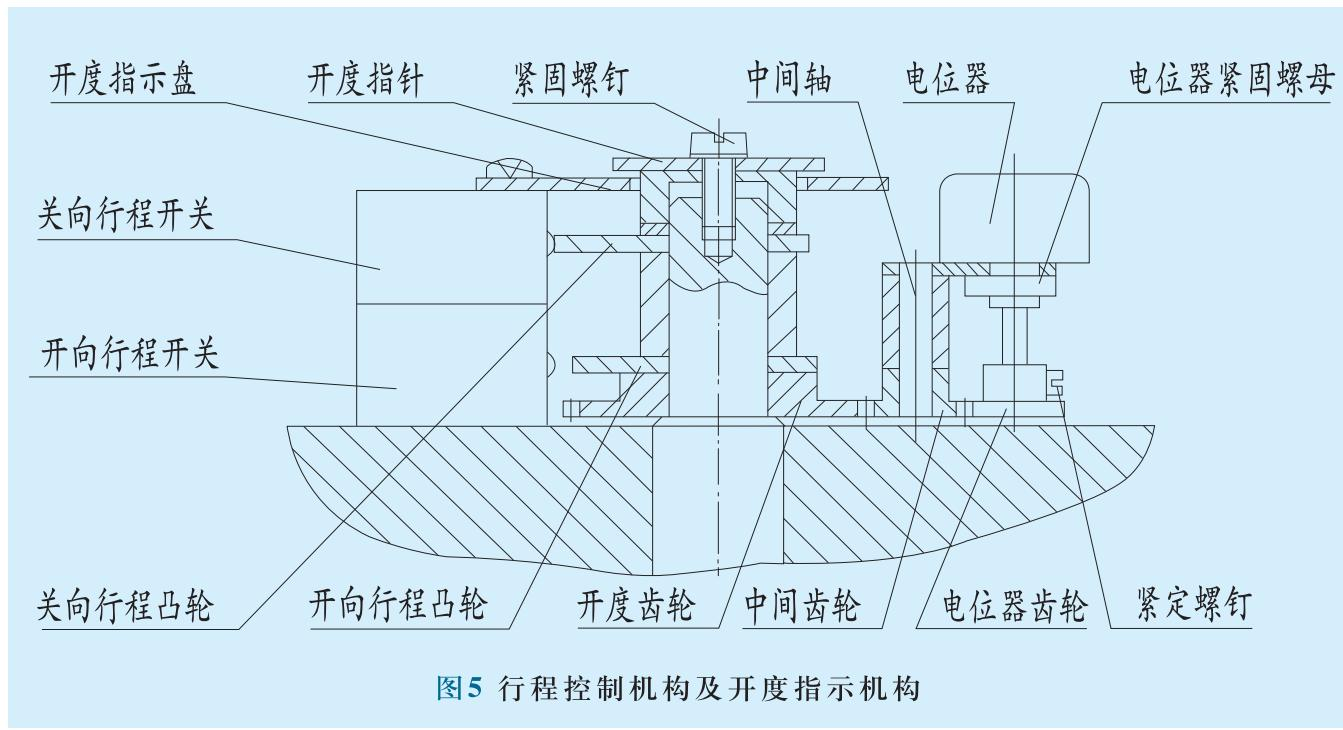

图5 行程控制机构及开度指示机构
5.4行程控制机构：结构见图5。凸轮轴与输出盘同步转动，当凸轮轴转至预先设定的行程位置时，紧固在凸轮轴上的凸轮使微动开关动作，切断电动机电源，从而实现对电动装置行程的控制。
5.5开度指示机构：结构见图5。开度指示盘固定于行程开关上，凸轮轴转动使指针同时转动，以指示阀门的开关量，同时，凸轮轴上的开度齿轮通过中间齿轮带动电位器齿轮，电位器轴转动，供远传开度指示用。
7.2 行程控制机构的调整(参见图5)
7.3 开度指示机构的调整 (参见图5)